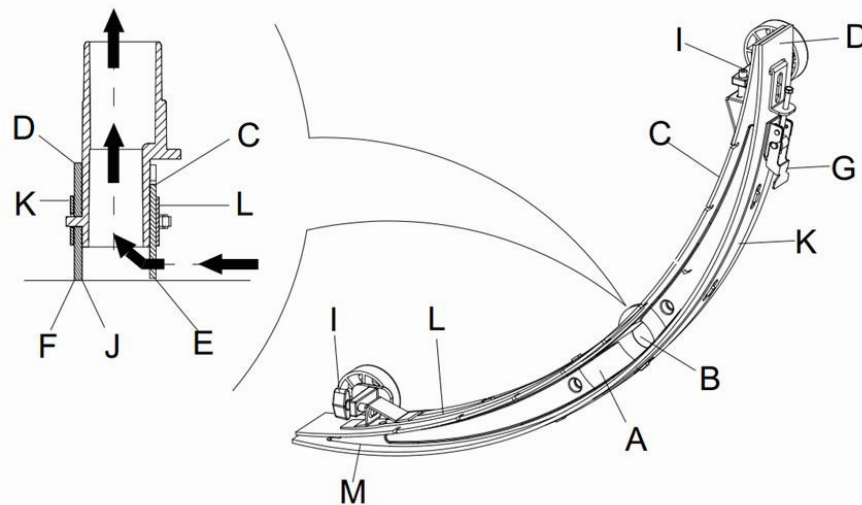
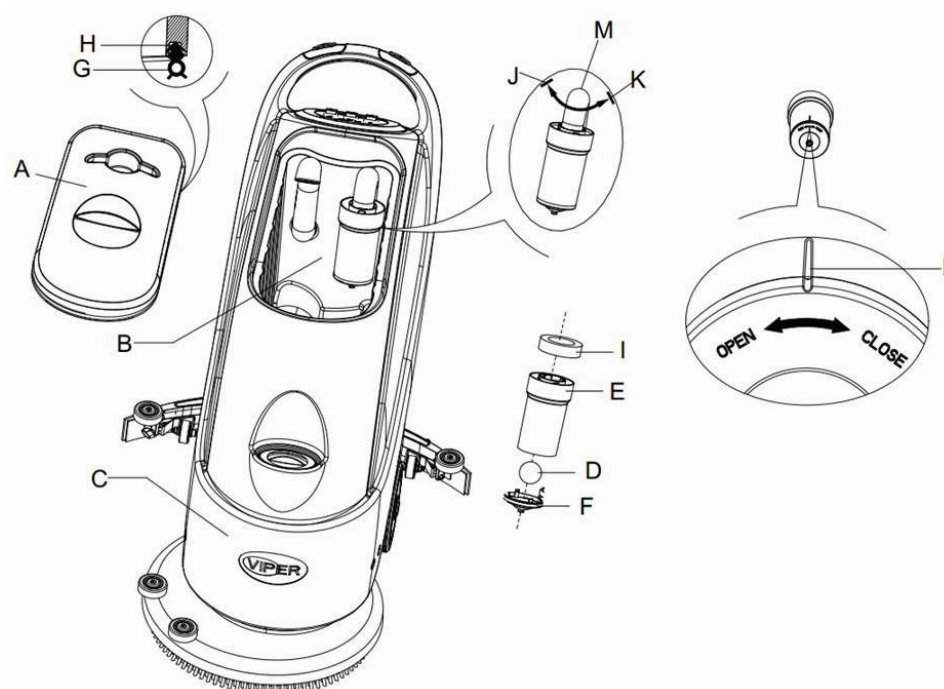

Figura 15
Figura 16
2. Premere l'interruttore (41) in posizione "O" per spegnere l'apparecchio.
3. Svitare il pomo di fissaggio (16) del tergipavimento; staccare il connettore che collega il tubo di drenaggio del tergipavimento, e staccare il tergipavimento.
4. Usare la manopola di sollevamento del tergipavimento (14) per sollevare il telaio di supporto del tergipavimento.
5. Pulire il tergipavimento (**Figura 15**). Pulire in particolare la scanalatura (**A, Figura 15**) e rimuovere sporcizia e frammenti dal tubo di aspirazione. Verificare che la lama frontale del tergipavimento (**C**) e la lama posteriore del tergipavimento (**D**) siano intatte, e se ci sono bordi incrinati o fessure. Cambiarli se necessario (fare riferimento ai passi nella sezione successiva).
1. Seguire le modalità riportate nella sezione precedente per pulire il tergipavimento (**Figura 15**).
2. Verificare il bordo (**E, Figura 15**) della lama frontale del tergipavimento e il bordo (**F**) della lama posteriore del tergipavimento (**D**). Lungo l'intera lunghezza, dovrebbero essere allo stesso livello. Altrimenti, regolarne le altezze attraverso la seguente procedura.
3. Aprire il coperchio del serbatoio di raccolta (A, Figura 15), e togliere il galleggiante (36) dal serbatoio di raccolta.
4. Usare acqua pulita per sciacquare il coperchio del serbatoio di raccolta (A), il serbatoio (B e C), e il telaio di supporto del filtro (E). Per mezzo del tubo di drenaggio (16), far uscire l'acqua dal serbatoio di raccolta.
5. Se necessario, seguendo i simboli "Aperto" e "Chiuso" come indicato nella Figura 16, aprire il serbatoio sul fondo (F) del filtro e pulire il galleggiante (D), il telaio di supporto del filtro (E), e il filtro di spugna (I). Dopo la pulizia, fissare il galleggiante al telaio di supporto del filtro (E), e poi allineare la scanalatura (L) del coperchio del fondo (F) del filtro galleggiante con la scanalatura (L) del telaio di supporto del filtro (E). Avvitare strettamente il coperchio (F) del filtro del galleggiante, e fissare il filtro di spugna (I) al telaio di supporto del filtro (E), e quindi al tubo di aspirazione (M).
6. Verificare l'efficacia della guarnizione di chiusura (G) del serbatoio di raccolta.
Se necessario, la guarnizione di chiusura del serbatoio di raccolta (G) può essere estratta dalla scanalatura (H) e sostituita. Nell'assemblare un nuovo serbatoio di raccolta, come mostrato nella **Figura 16** sotto, installare il connettore nella sezione mediana della parte posteriore.
7. Verificare che la superficie di inserimento della guarnizione di chiusura (G) sia intatta e la sigillatura sia efficace.
8. Chiudere il coperchio del serbatoio di raccolta (A).